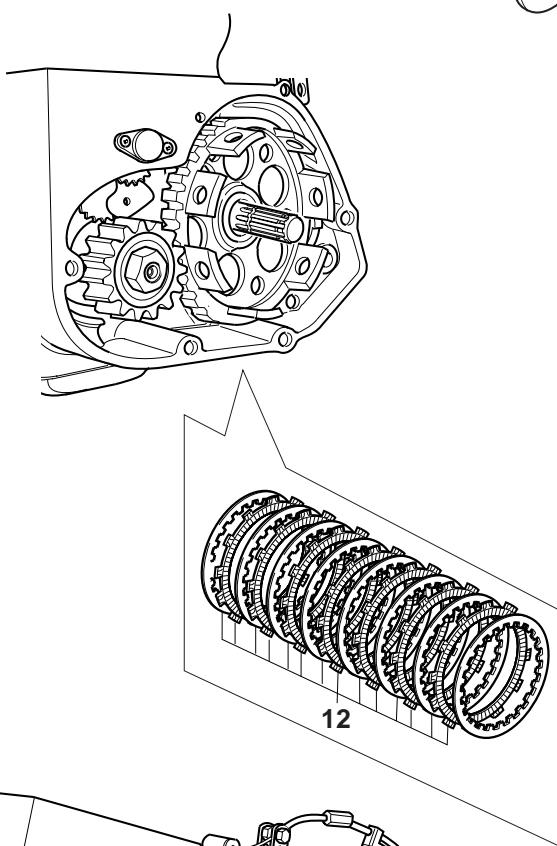

Fig. 56
6. Inserire i dischi frizione "12" come in Fig.56 (8 dischi metallici, 7 dischi guarniti).
6. Fit clutch discs "12" as shown in Fig. 56 (8 metal discs, 7 coated discs).
6. Die Kupplungsscheiben "12" wie in Abb. 56 einlegen (8 Metallscheiben, 7 Dichtscheiben).
6. Introduire les disques d'embrayage "12", comme illustré dans la Fig. 56 (8 disques métalliques et 7 disques munis de joints).